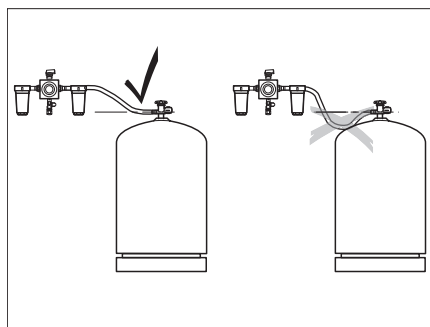

Fig. 253 Instalación de las mangueras de alta presión
- ▷ Cuando se instalan las mangueras de alta presión, asegurarse de que las mangueras suben constantemente (Fig. 253).